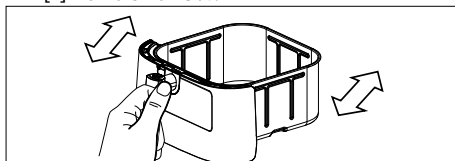
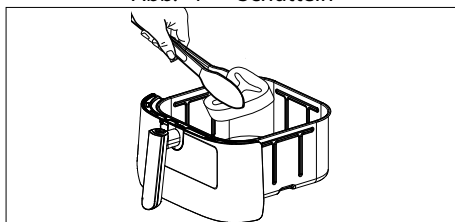

Abb. 4 – Schütteln
Abb. 5 – Wenden
- ▶ Für optimale Garergebnisse schütteln Sie den Frittierkorb [7] (**siehe Abb. 4**) oder wenden Sie das Lebensmittel (**siehe Abb. 5**) während der Garzeit – vor allem bei überlappenden Lebensmitteln. Nach der Hälfte der Garzeit werden in ausgewählten Programmen Signaltöne ausgegeben, um Sie daran zu erinnern, die Lebensmittel umzuverteilen.